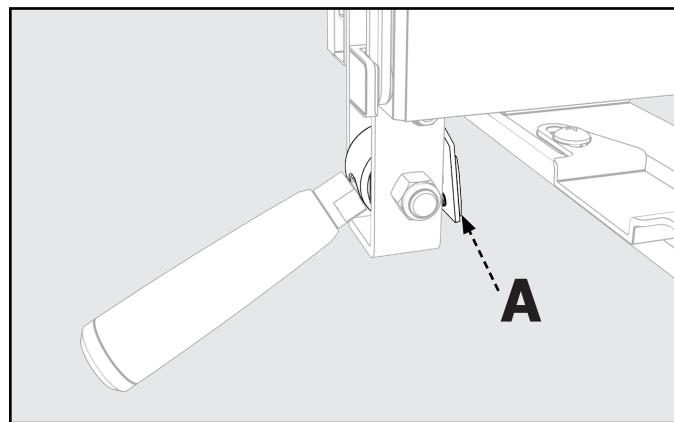

FIGURA 18
2. Aplique, de manera ocasional, grasa a la cerradura y base de la leva (A), como se muestra en la **FIGURA 18**, para evitar el desgaste.